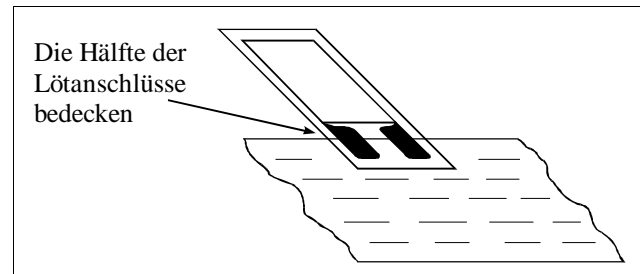

Abbildung 1
1. Nehmen Sie den DMS mit einer Pinzette aus der Verpackung und legen Sie ihn, mit der Klebeseite nach unten, auf eine saubere Glasplatte. Legen Sie ein kurzes Stück Mylarband (Micro-Measurements MJG-2) auf die Hälfte der Lötanschlüsse des DMS, wie in Abb. 1 gezeigt.